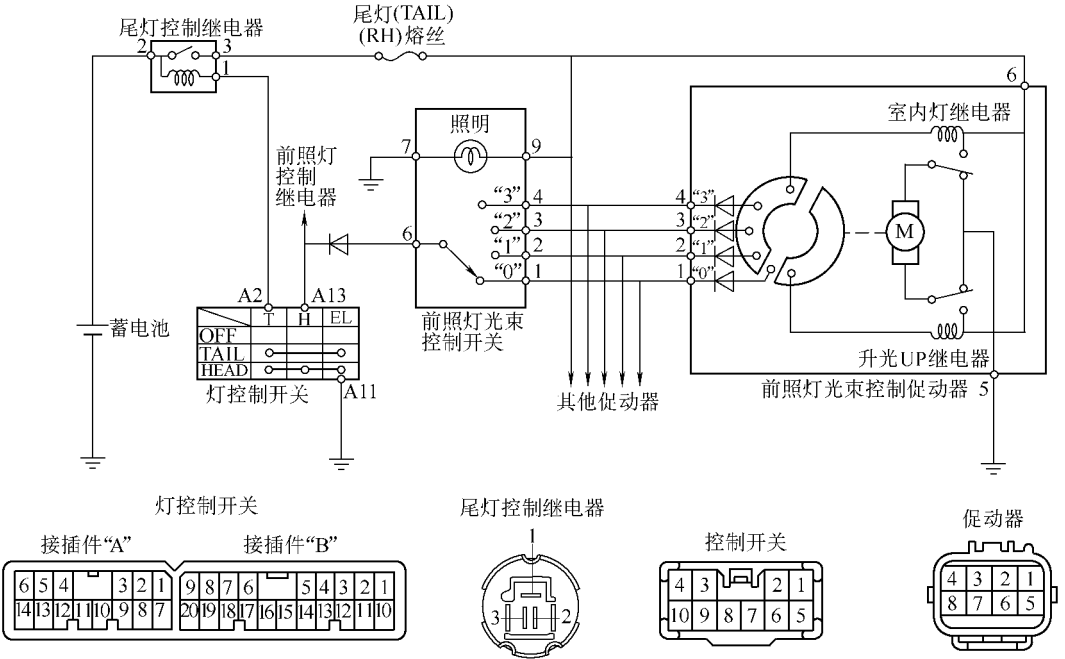

图 18-9 前照灯光束控制系统配线和接插件图
(3) 前照灯光束控制系统。其系统配线和接插件如图 18-9 所示。